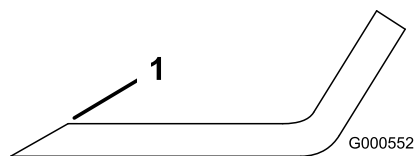

Figure 56
1. Au moyen d'une lime, aiguisez les tranchants aux deux extrémités de la lame (Figure 56).
Remarque: Si la lame est déséquilibrée, limez un peu l'extrémité de l'ailette seulement (Figure 56).